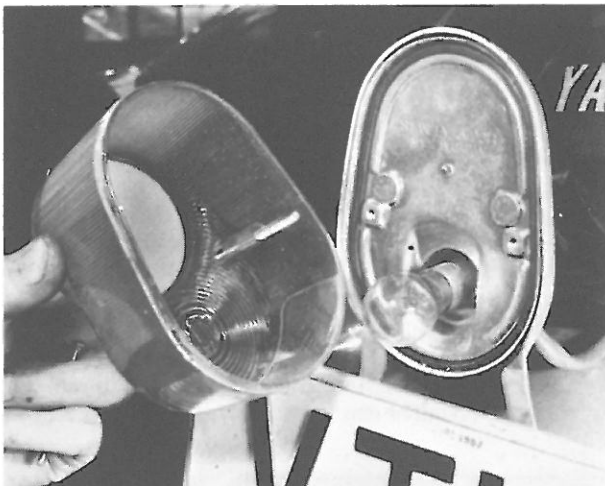

Bild 233
- Die Heckleuchte ist mit einer Zweifadenlampe ausgerüstet, deren einer Faden für Schluss- und Kennzeichenleuchte und deren anderer Faden für die Bremsleuchte verwendet wird. Zum Ausbau der Zweifadenlampe löst man die beiden langen Kreuzschlitzschrauben im Leuchtengehäuse und nimmt dieses von der Grundplatte ab. Gummidichtung zwischen diesen beiden Teilen muss in einwandfreiem Zustand sein (Bild 233).